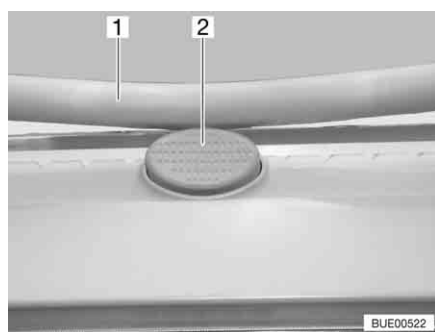

Fig. 104 Bottone di sicurezza sull'oblò Heki
- Premere il bottone di sicurezza (Fig. 104,2) e tirare verso il basso la staffa (Fig. 104,1) con entrambe le mani.
- Premere la staffa verso l'alto con ambedue le mani, finché la staffa non poggia al di sopra del bottone di sicurezza (Fig. 104,2).